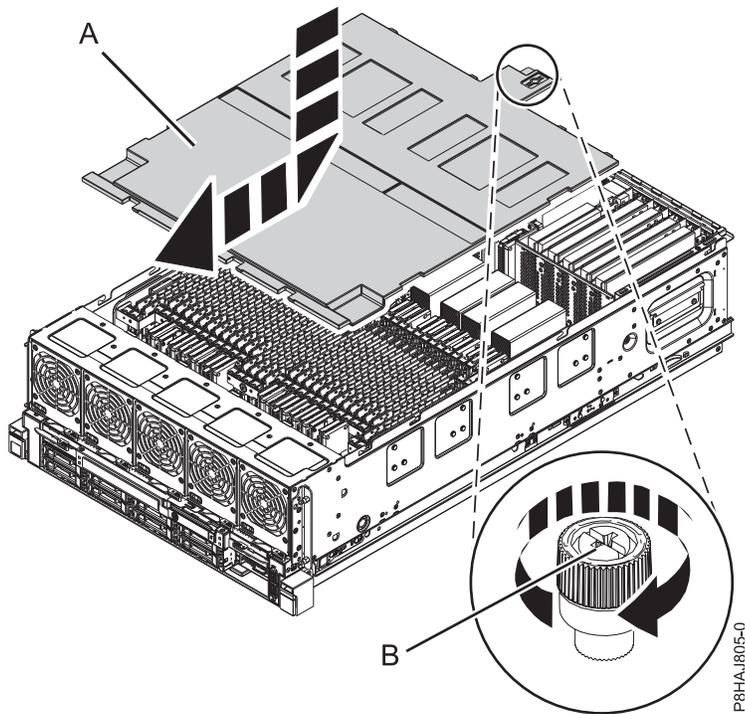

Abbildung 13. Sicherheitsabdeckung wiedereinbauen
2. Schieben Sie die Sicherheitsabdeckung (A) in Richtung Chassis.
3. Ziehen Sie die Rändelschraube (B) fest, indem Sie sie in die in Abb. 13 auf Seite 36 gezeigte Richtung drehen, um die Sicherheitsabdeckung am Chassis zu sichern.